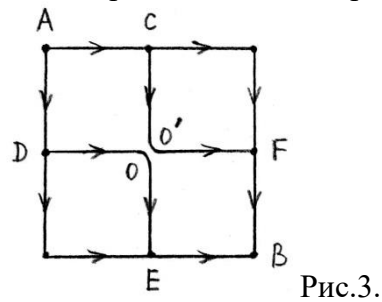

Рис.3.
1. Соберите на монтажном столе схему, показанную на рис. 3. Предусмотрите выключатель, соединяющий точки О и О'. Выберите значения сопротивлений одинаковыми и равными 1 кОм.
2. Между какими точками схемы, изображенной на рис.3, напряжение равно нулю?